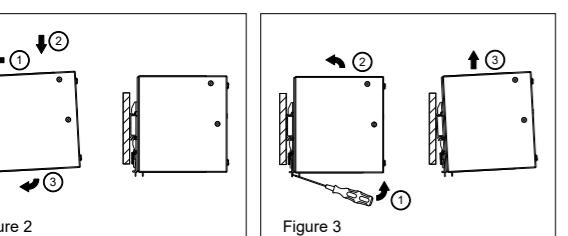

Figure 2
3. Montage (Abb. 2)
- Kippen Sie das Gerät leicht nach oben und setzen Sie es auf die DIN-Schiene auf. Einrasten des Geräts in DIN-Schiene, wie in Abb. 2 dargestellt.
3. Mounting (Fig. 2)
- Tilt the unit slightly upwards and put it onto the DIN rail. Snap on the DIN rail as shown in Fig. 2.